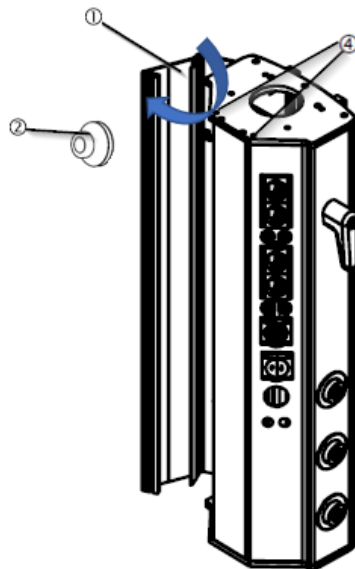

Fig. 6 Openen van de zijkant van een servicekop
- Draai met behulp van een inbussleutel de 4 verzonken schroeven M6 x 16 ② DIN 935 los, zoals aangegeven in afbeelding 6.
- Verwijder de polycarbonaatkap ① en berg deze op een veilige plaats op. De verlichtingsmodule is nu zichtbaar.